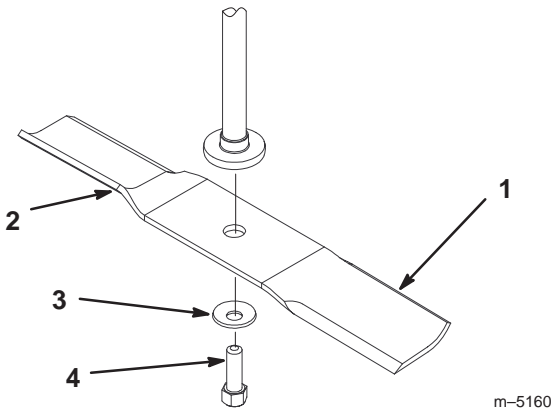
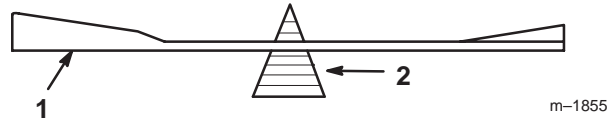

Figure 35
Figure 37
Tenez la lame à son extrémité avec un chiffon ou un gant épais. Enlevez de l'axe de la lame, le boulon, la rondelle bombée et la lame (Fig. 35).
2. Vérifiez l'équilibre de la lame en la plaçant sur un équilibreur (Fig. 37). Si la lame reste horizontale, elle est équilibrée et peut être utilisée. Si la lame est déséquilibrée, limez un peu l'extrémité de la partie incurvée seulement (Fig. 35). Vérifiez de nouveau et répétez la procédure jusqu'à ce que la lame soit équilibrée.
1. Placez la lame sur l'axe (Fig. 35).
2. Montez la rondelle bombée (face concave vers la lame) et le boulon de lame (Fig. 35). Serrez le boulon de lame entre 47 et 88 Nm.